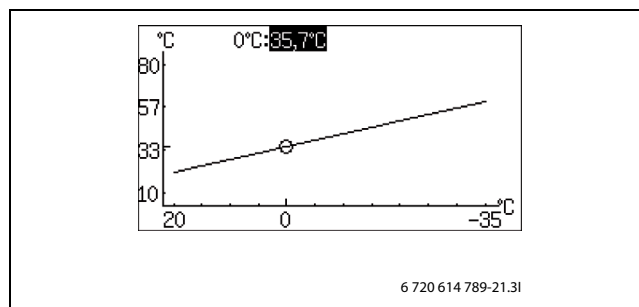

Bild 54
- ▶ Drehknopf bei markiertem Quadrat drehen, bis 0°C markiert ist (→ Bild 54).